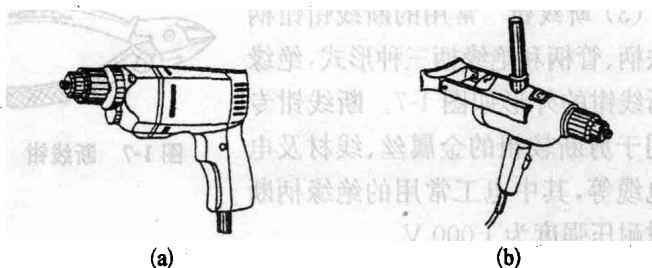

图 1-10 电钻
(1) 电钻 电钻是利用钻头加工孔的常用电动工具。常用的电钻有手枪式和手提式等类型,其外形如图 1-10。电钻通常使用 220 V 单相交流电源,在潮湿的环境中多采用安全低电压。